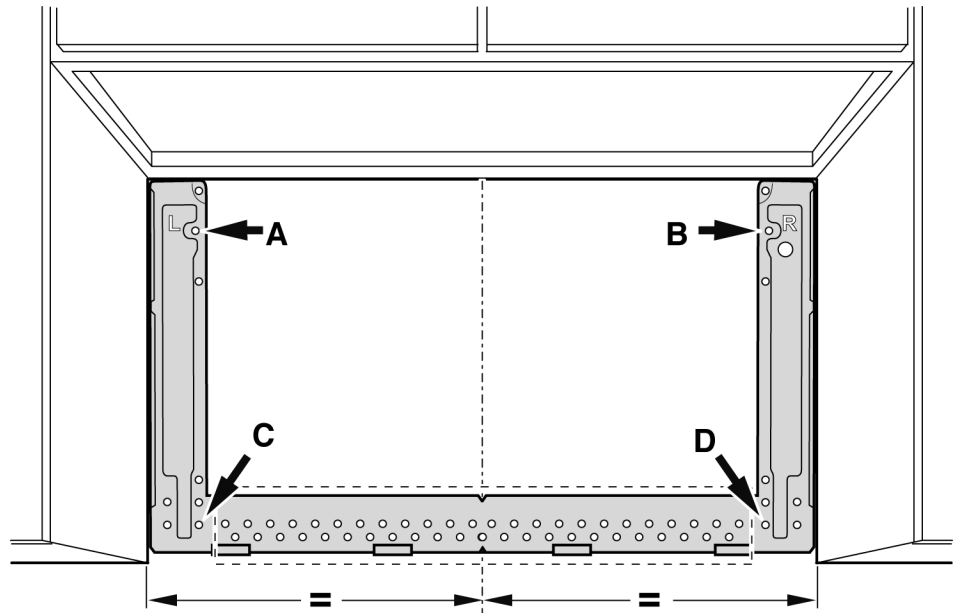
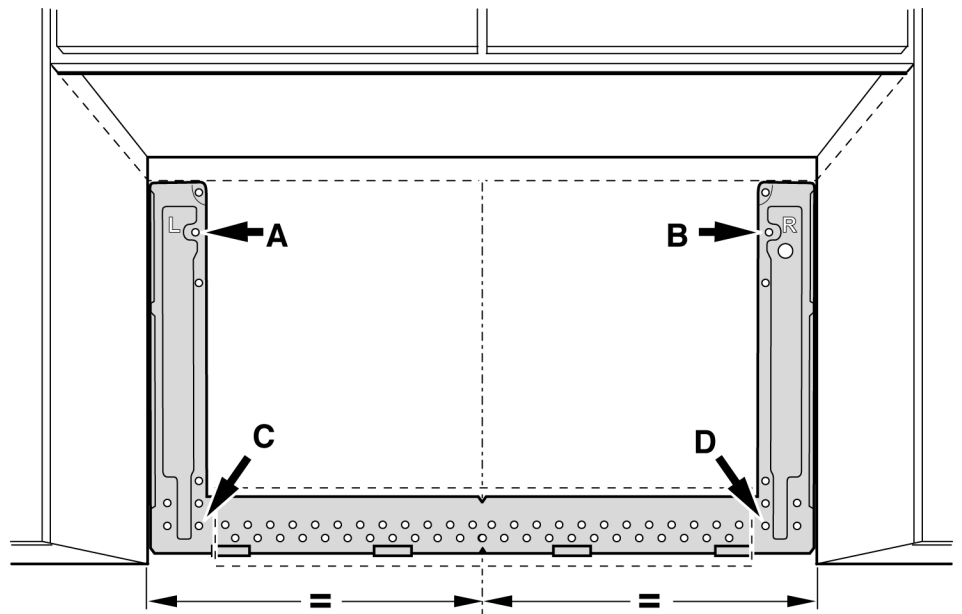

Figure 1 - Armoire à fond plat ou encastré avec encadrement
Figure 2 - Armoire à fond encastré avec surplomb avant
2. Utilisez la plaque de montage comme **gabarit** et placez-la sur le mur, en veillant à ce que les pattes soient contre le fond de l'armoire (Figure 1) ou la ligne de niveau (Figure 2).